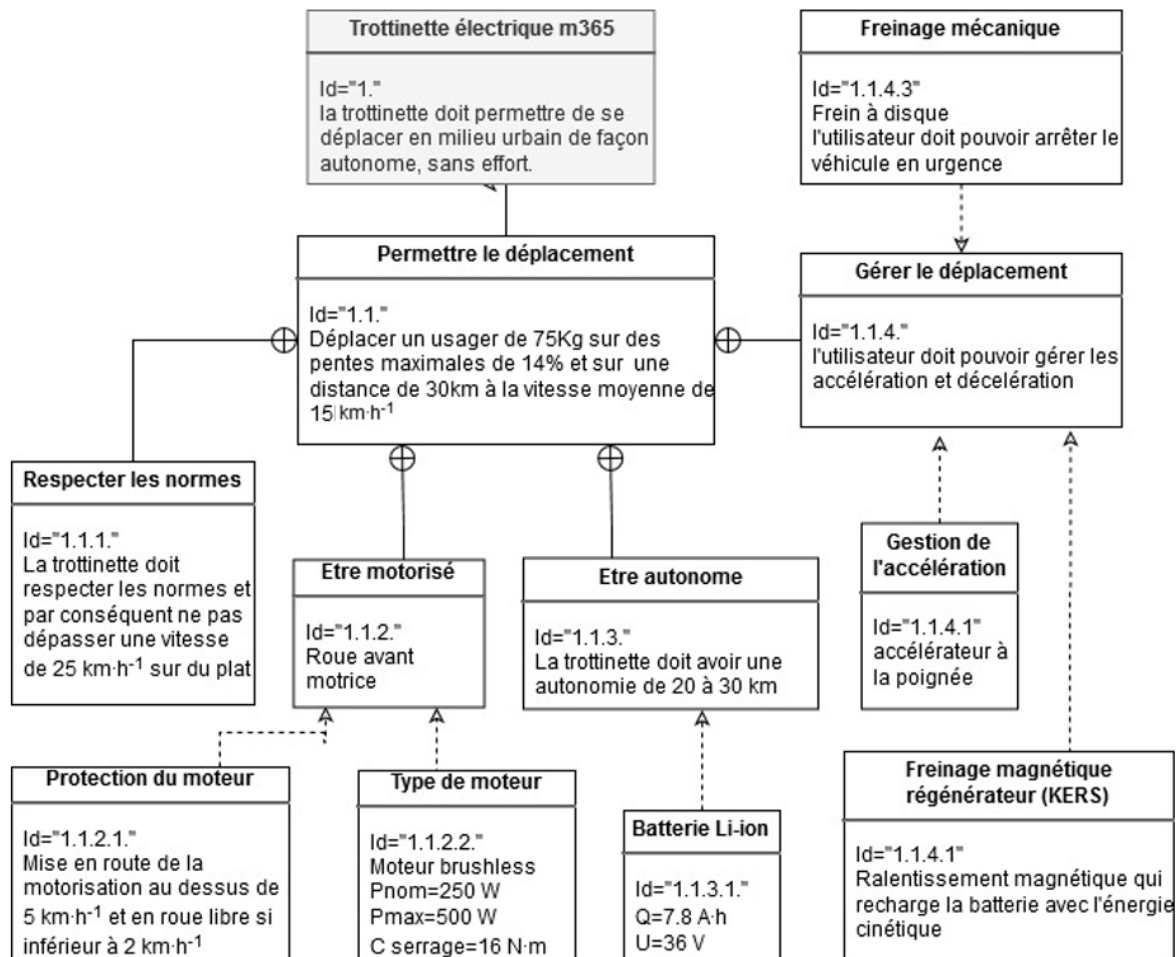
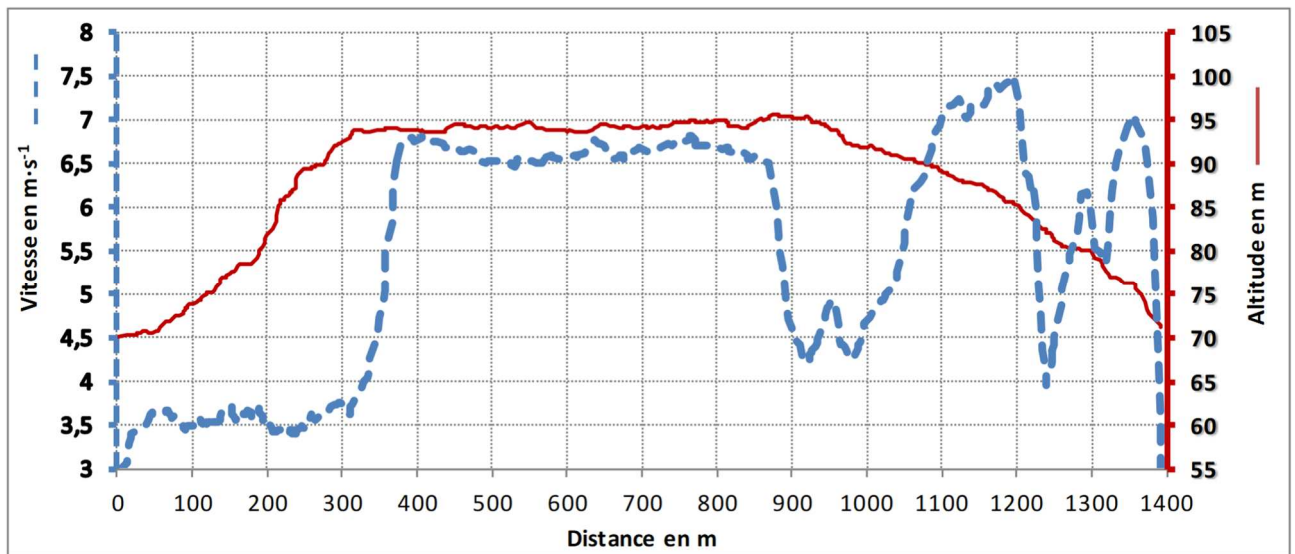

Figure 3 : Exigences de la trottinette m365
Figure 5 : Vitesse, altitude et distance parcourue
- Question I.4 A partir de la charge complète de la batterie (voir les caractéristiques de la batterie figure 3), **déterminer** le nombre de parcours test que pourrait parcourir la trottinette. A partir de la distance parcourue lors du test (figure 5), **déterminer** la distance totale (en parcours test) pouvant être couverte par la trottinette avec une batterie complètement chargée.
- Figure 3 et 5